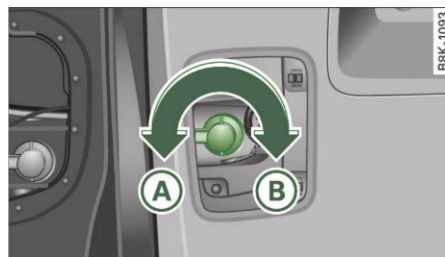

Fig. 258 Prezentarea în principiu: Soclul de lampă tip baionetă
- Rotiți soclul în sensul indicat de săgeată (A) ⇒ fig. 258 până la limită de cursă, și scoateți soclul din lampă.
- Rotiți soclul becului în sensul săgeții (B) ⇒ fig. 258, până la limită de cursă. ■